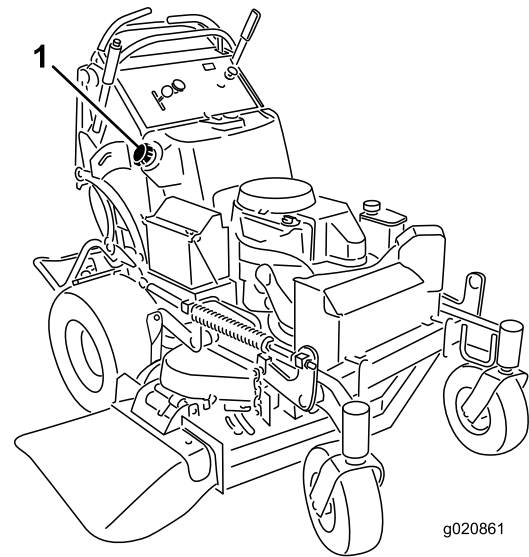

Figura 49
5. Usando la bomba tipo sifón, vacíe el combustible en un recipiente de combustible limpio (Figura 49).